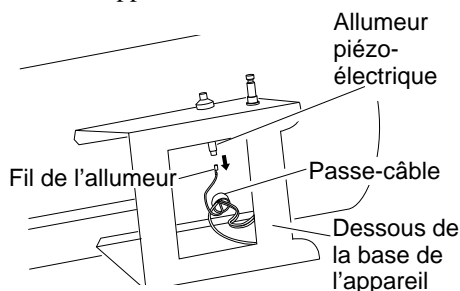

**Figure 12 - Remise en place du moteur et de la grille du ventilateur**
9. Remettre le moteur et la grille de ventilateur en place dans l'arrière de l'appareil. S'assurer que le cordon d'alimentation est correctement placé (voir la figure 12).